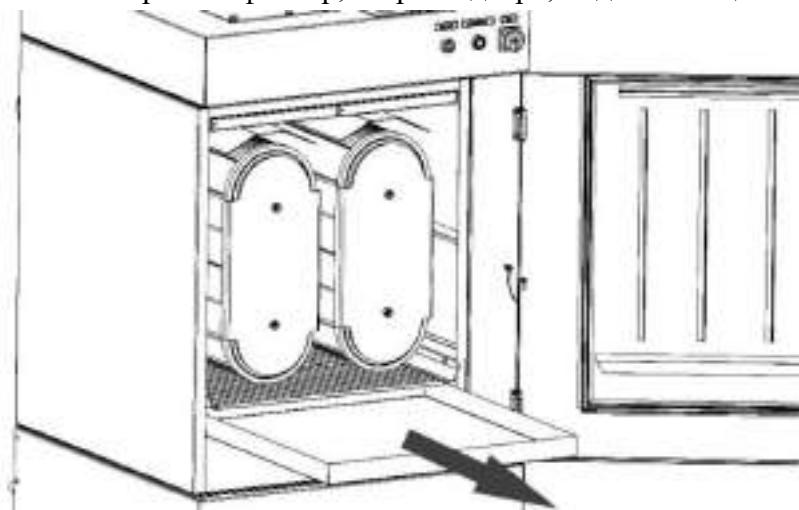

Рисунок 9
1) открыть дверь фильтра и извлечь пылесборник (рисунок 9);